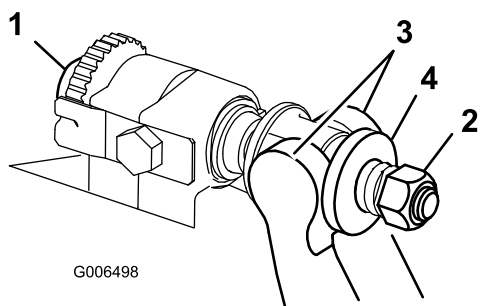

Рисунок 23
1. Поверните регулировочные винты планки неподвижного ножа против часовой стрелки, чтобы отодвинуть неподвижный нож от барабана (Рисунок 23).
- Ослабьте гайку натяжения пружины так, чтобы шайба не нажимала на планку неподвижного ножа (Рисунок 23).